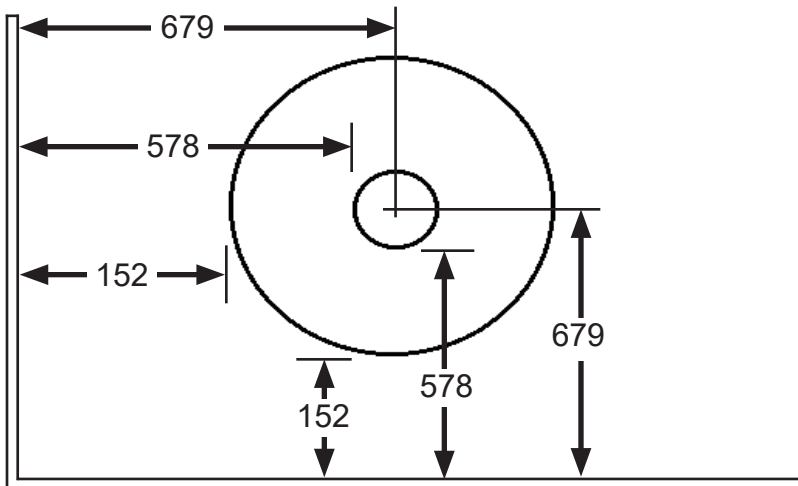

Figure 1
Les distances minimales de l'appareil aux matériaux combustibles sont indiqués sur les figures 1 et 2. Placer l'appareil sur une surface plane solide, continu ( c.-à- bois, tuiles , béton, métal ). L'unité doit être endroits sur panneau de bois ou de métal dépassant de la largeur et de la profondeur de l'unité, une fois installé sur un tapis ou d'autres matériaux combustibles.
**Unité de mesure de respecter les distances minimales aux matériaux combustibles . Les dégagements minimaux sont indiqués dans les figures 1 et 2. Il est recommandé de ne pas les traverses généraux dans le plafond ou un toit être coupés . Repositionner l'unité si nécessaire , en faisant attention de ne pas se rapprocher que les distances minimales .**